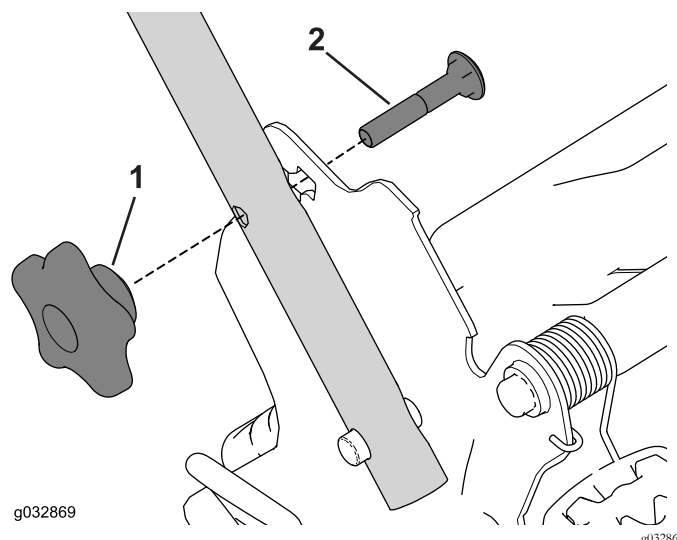

Figura 30
- Conecte una manguera de jardín que esté conectada a un grifo al orificio de lavado (Figura 30).
- Retire y guarde los 2 pomos del manillar y los 2 pernos de cuello cuadrado de los soportes del manillar (Figura 30).